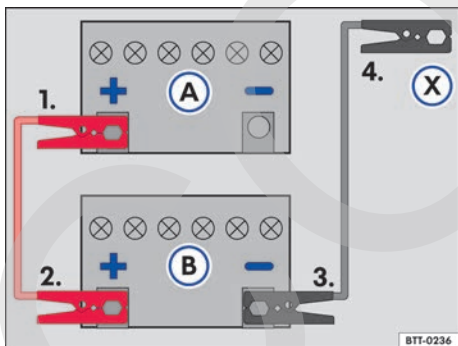

Fig. 172 Esquema para la conexión de los cables auxiliares de arranque: batería del vehículo descargada (A) y batería del vehículo que provee la corriente (B).
Leyenda para → fig. 172:
- Conectar un extremo del cable de arranque auxiliar rojo al polo positivo → fig. 172 Ⓡ del vehículo con la batería del vehículo descargada (A) → ⚠️.
- Conectar el otro extremo del cable de arranque auxiliar rojo al polo positivo Ⓡ de la batería del vehículo que suministra corriente (B).
- Conectar una extremidad del cable de arranque auxiliar negro al polo negativo Ⓢ de la batería que brinda corriente (B) al vehículo.
- Conectar el otro extremo del cable de arranque auxiliar negro (X) al vehículo con la batería del vehículo descargada en una pieza maciza de metal atornillada firmemente al bloque del motor o en el mismo bloque del motor - aunque no cerca de la batería (A) → ⚠️.